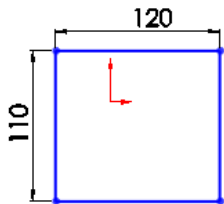

图 9-13 绘制草图
①在左侧的“FeatureMannger 设计树”中选择“前视基准面”作为绘图基准面，然后单击“草图”工具栏中的“边角矩形”按钮，绘制一个矩形并标注智能尺寸如图 9-13 所示。